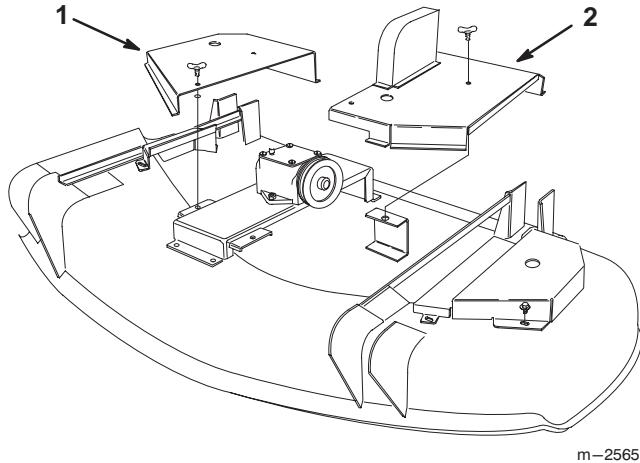

Figure 29
- Dévissez de 1/4 de tour les goujons à oreilles de fixation des carters intérieurs gauche et droit du plateau de coupe, puis déposez les carters (Fig. 29).
- Reposez les deux carters intérieurs du plateau central, puis vissez les goujons à oreilles de 1/4 de tour pour fixer les carters au plateau (Fig. 29).